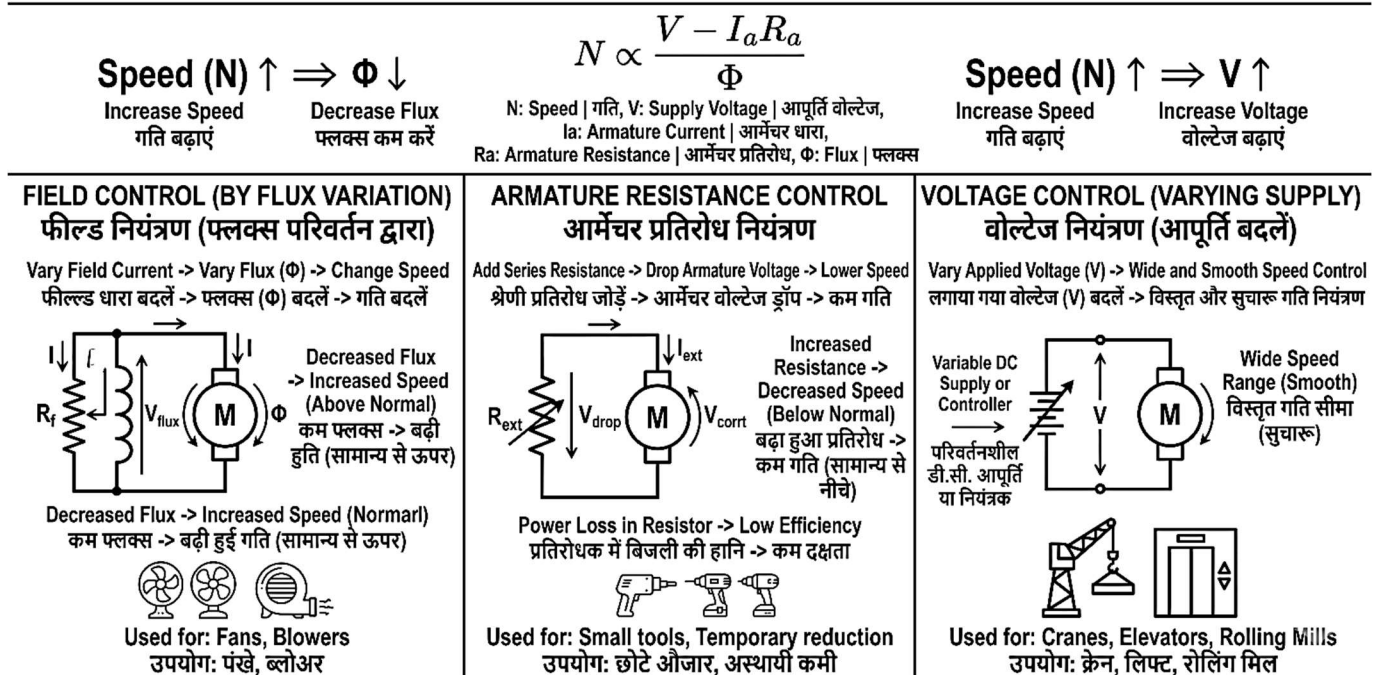

Fig. 2.3: Speed Control Methods of a DC Motor and Their Applications | डी.सी. मोटर की गति नियंत्रण विधियाँ एवं उनके अनुप्रयोग
2.3.1 Introduction (Fig. 2.3)
2.3.1 परिचय (Fig. 2.3)